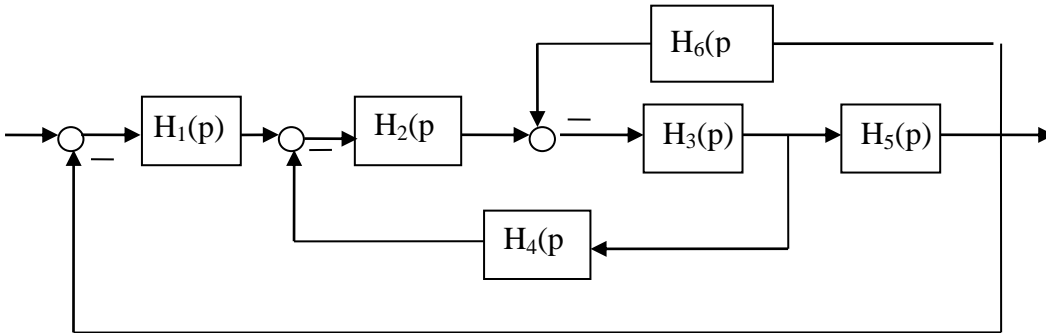

Рис. 1, где  $H_1(p)=k_1/(T_1p+1)$ ,  $H_2(p)=k_2/(T_2p+1)$ ,  $H_3(p)=k_3/p$ ,  $H_4(p)=k_4$ ,  $H_5(p)=k_5$ ,  $H_6(p)=k_6 p$ .
1. Выполнить структурное преобразование линейной системы (привести её к эквивалентной одноконтурной), которая приведена на рис. 1. Написать выражение для передаточной функции разомкнутой системы.
2. . Определить выражение для расчета средней квадратической ошибки регулирования для системы на рис. 1 при действии возмущения F. Спектральная плотность возмущения описывается выражением  $S_F(\omega) = \frac{2DT}{|1+Tp|^2}$ .